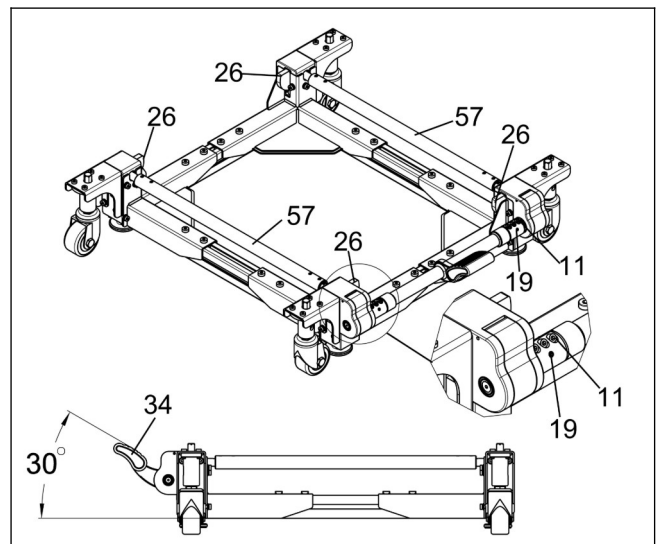

Abb.17
e. Drehen Sie die beiden Kupplungen „57“, um die vier Nocken „26“ bis zum Anschlag nach oben zu drehen; drehen Sie dann das Pedal „34“ in einem Winkel von 30° zum Boden und ziehen Sie die Schrauben „11“ und „19“ fest. (siehe **Abb.17**)
- b. Betätigen Sie auf das Pedal „34“. Wenn der Abstand zwischen der Unterseite des Pedals „34“ und dem Boden zu gering ist, so dass es unmöglich ist, das Pedal mit dem Fuß anzuheben, lösen Sie bitte die in **Abb. 17** gezeigten Befestigungen „11“ und „20“, drehen Sie dann das Pedal „34“ nach oben in eine geeignete Position und ziehen Sie schließlich die Befestigungen „11“ und „19“ fest. (siehe **Abb.17**)